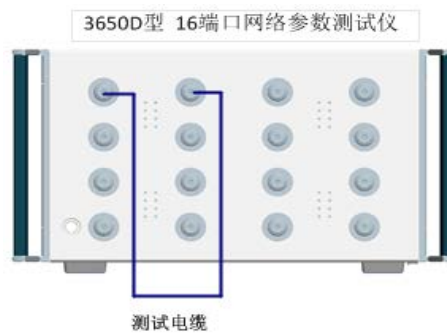

图 9.9 全双端口校准连接框图二
- 8) 完成后如图 9.9 所示连接系统, 点击[直通]进行直通校准;